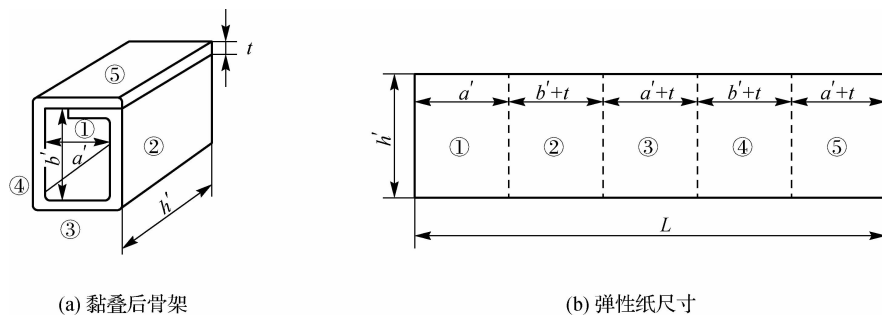

图 3-5 纸质无框骨架
(2) 制作骨架(绕组架)。骨架有纸质无框骨架和有框骨架两种。
① 纸质无框骨架。用弹性纸(又称压制板)制作,表 3-1 列出了制作骨架用的弹性纸的厚度。纸质无框骨架如图 3-5(a)所示,长度  $h'$  以比铁心窗高  $h$  少 2 mm 左右为宜,骨架边沿也必须平整垂直。弹性纸的长度取为
沿图 3-5(b)中虚线用裁纸刀划出浅沟,以便弯折,沟的深度以不划穿纸厚为原则。沿沟痕把弹性纸折成四方形,第 5 面与第 1 面重叠,用胶水黏合。